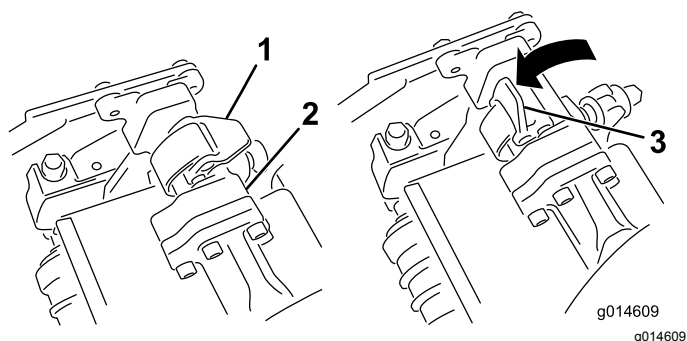
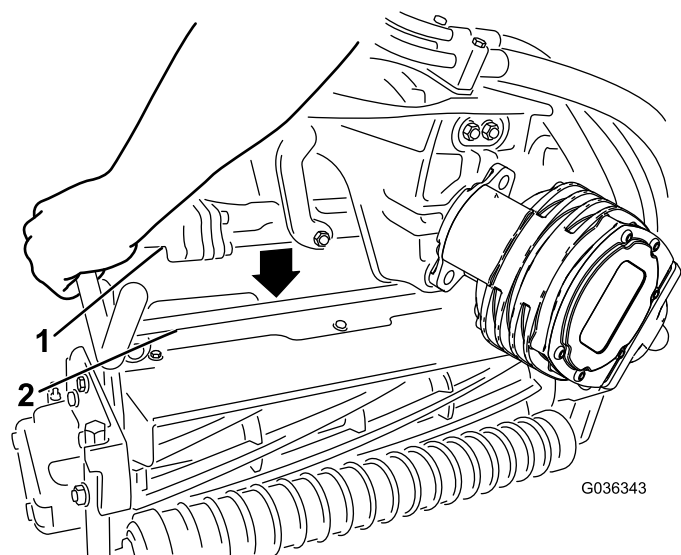

Figura 52
Figura 53
4. Con i fermi del braccio di sospensione rivolti verso l'alto (cioè aperti) (Figura 52), premete il braccio di sospensione verso il basso in modo che la barra si inserisca nella barra della parte superiore dell'apparato di taglio (Figura 53).
5. Chiudete i fermi spostandoli verso il basso e attorno alla barra dell'apparato di taglio, quindi bloccateli in posizione (Figura 52).
5. Aprite i fermi sulla barra del braccio di sospensione dell'apparato di taglio che state rimuovendo (Figura 52).